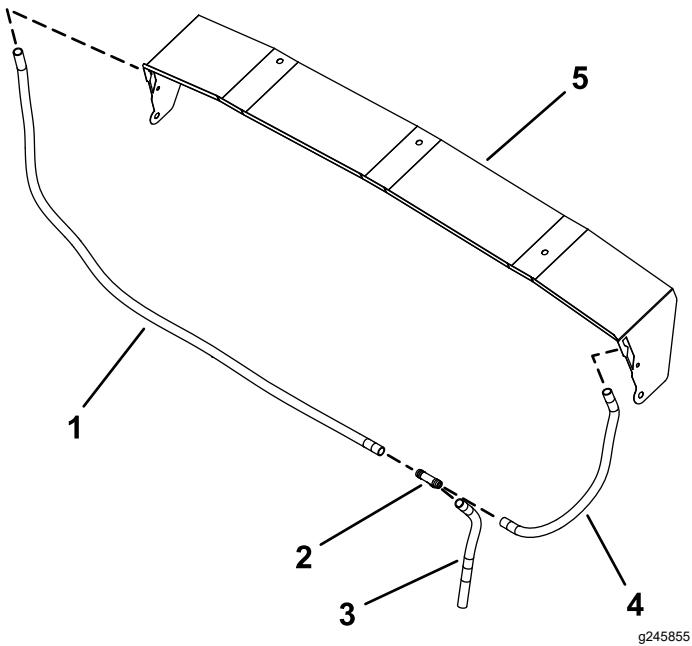

Рисунок 42
4. Подсоедините прозрачную трубку длиной 122 см к прозрачным трубкам длиной 33 см и 43 см с помощью тройника (Рисунок 42).